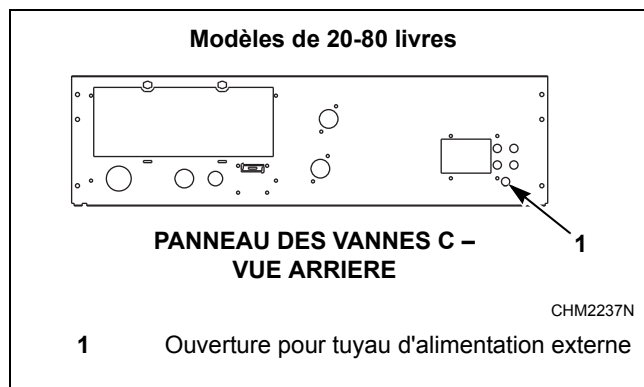

Figure 31
1. En faisant face à l'arrière de la machine, repérer les cinq raccords de tuyau d'alimentation de 3/8 pouce qui se trouvent sur la droite du panneau des vannes. Se reporter à la *Figure 31*.